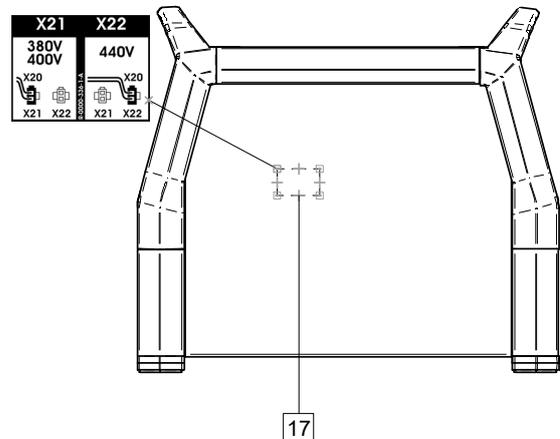

Abbildung 3
- Den X20-Stecker (siehe Abbildung 3) mit der richtigen Position verbinden: